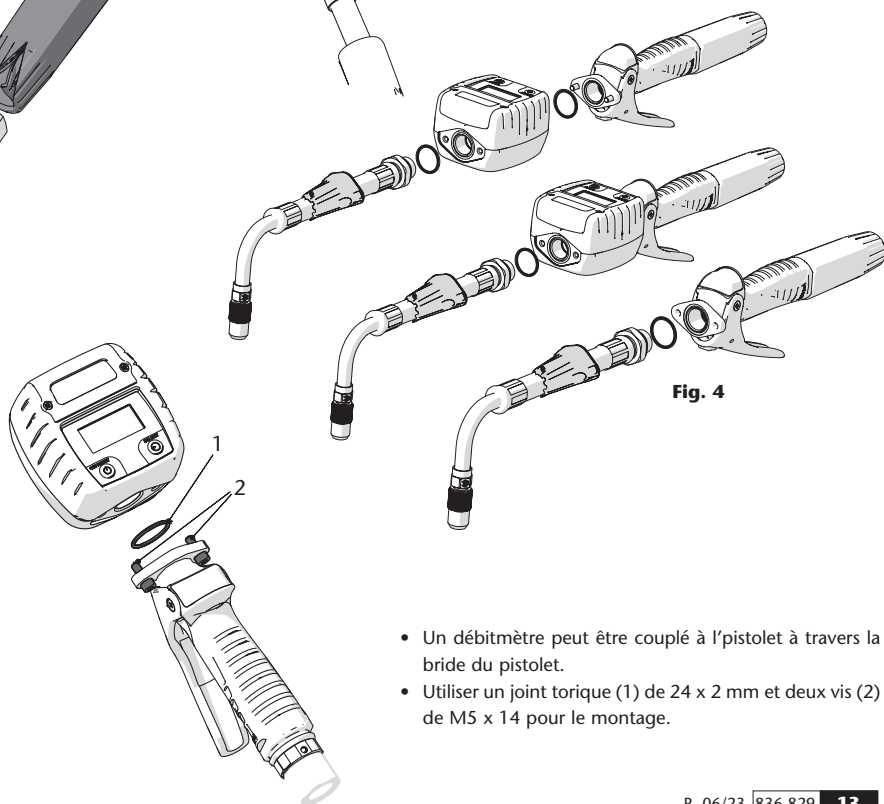

Fig. 4
- Pour assurer un joint d'étanchéité, monter l'extension en utilisant le joint torique fourni, en prenant soin de vérifier que le joint torique en sortie de pistolet ou compteur soit bien placé dans son logement (fig. 4). Graisser le joint torique avant le montage.